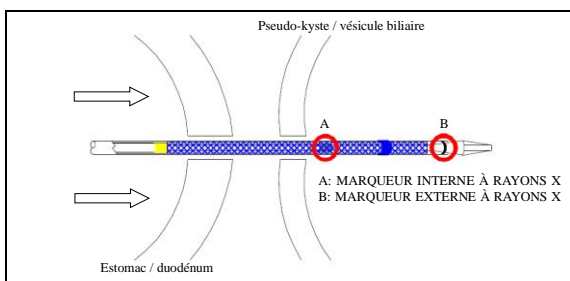

Figure 3
- Sous guidage fluoroscopique et endoscopique, positionnez le système de largage muni d'une fonction d'électrocautérisation [HDS-10]. Le marqueur à rayons X interne (« A » dans la Figure 3) doit pouvoir pénétrer la paroi du pseudo-kyste ou de la vésicule biliaire.